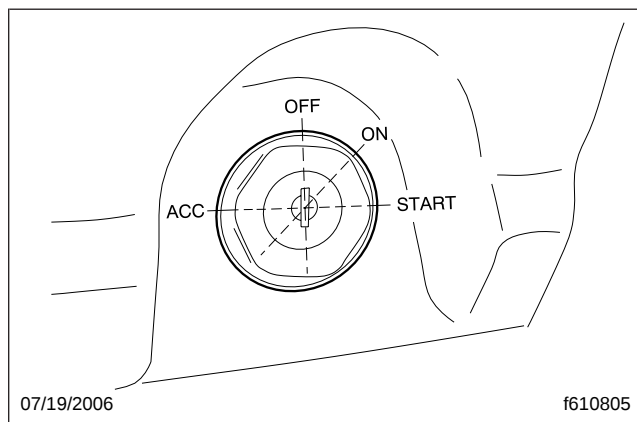

Fig. 9.1, Commutateur d'allumage
4. Tournez le commutateur d'allumage en position ON (marche). Voir la **figure 9.1**. Tous les indicateurs électroniques de l'ICU (bloc de commande de l'instrumentation) effectueront un balayage complet de leurs cadrans, les voyants et témoins d'alerte s'allumeront et le vibreur d'alerte s'activera pendant trois secondes.